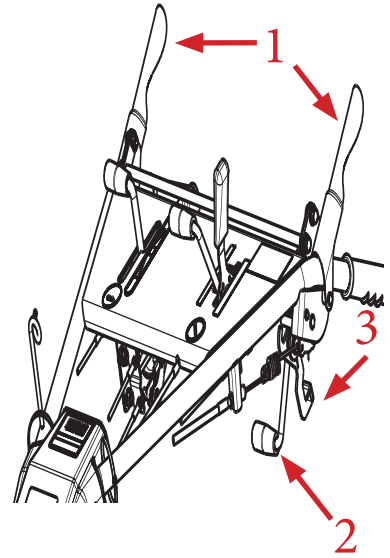

Bild 2
Drücken Sie den Spannhebel (Bild 2 Pos.1) an den Holm, um den Antriebskeilriemen zu spannen. Wenn Sie den Spannhebel loslassen, stoppt die Maschine.
Drücken Sie den Spannhebel (Bild 2 Pos.1) an den Holm, drücken Sie den Sperrhebel (Bild 2 Pos. 3) nach vorne und ziehen Sie den Messerzuschalthebel (Bild 2 Pos. 2) nach hinten, um das Messer einzuschalten. Wenn Sie den Spannhebel loslassen, stoppt das Messer.
- Schalten Sie den Messerantrieb langsam ein, drücken Sie hierzu den Spannhebel für den Antriebskeilriemen (Bild 2 Pos. 1) an den Holm, drücken Sie den Sperrhebel (Bild 2 Pos. 3) nach vorne und ziehen Sie den Messerzuschaltelhebel (Bild 2 Pos. 2) nach hinten, um das Messer einzuschalten.